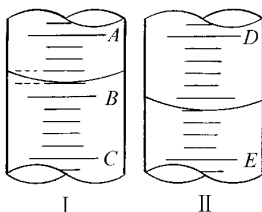

图 1-1-8
8. (1)如图 1-1-8,图 I 表示 10 mL 量筒中液面的位置, A 与 B, B 与 C 刻度间相差 1 mL, 如果刻度 A 为 4, 量筒中液体的体积是 \_\_\_\_\_ mL。